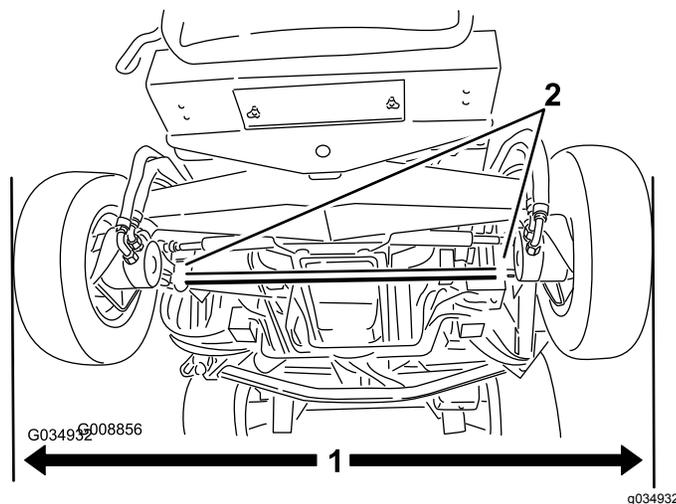

Figure 112
1. Placez les roues en position ligne droite, puis mesurez la distance extérieure (à hauteur d'essieu) à l'avant et à l'arrière des roues directrices (Figure 112).
2. Pour régler le pincement, desserrez les fixations aux deux extrémités des biellettes (Figure 112).